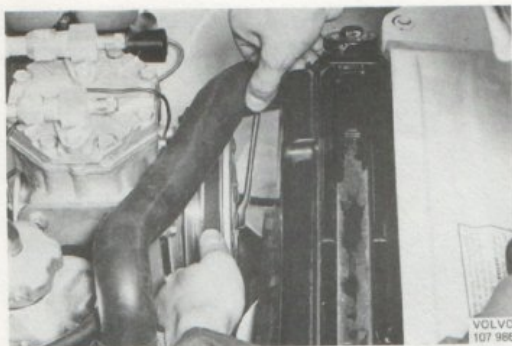

Bild 41. Dragning av remskivans centrumskruv
2. Kontrollera att kilen (3) ligger riktigt i axelns spår och montera därefter remskivan. Dra centrumskraven med 25–30 Nm (2,5–3 kpm). Koppla till strömmen och håll emot med kilremmen när skruven dras åt (bild 41).